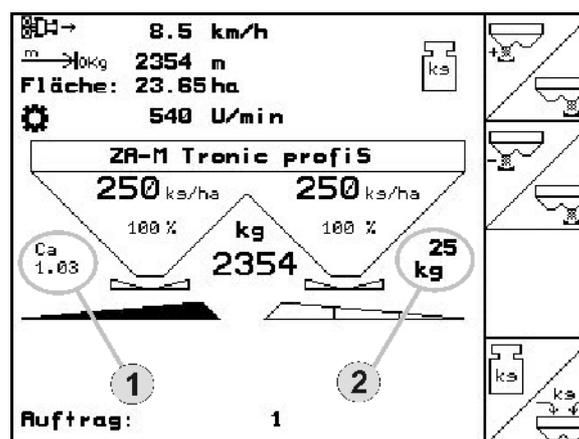

Рис. 36
- Для начала распределения в рабочем меню (Рис. 36) активизируйте онлайн-калибровку.